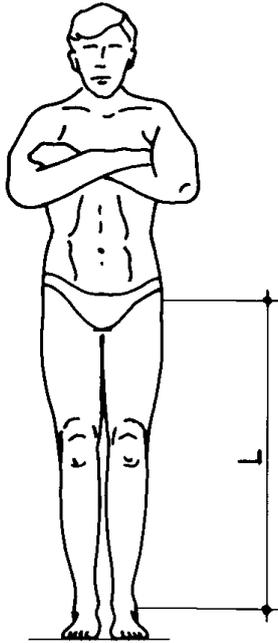

Fig. 3
- Misurare la lunghezza dell'arto del paziente, in centimetri (fig.3).